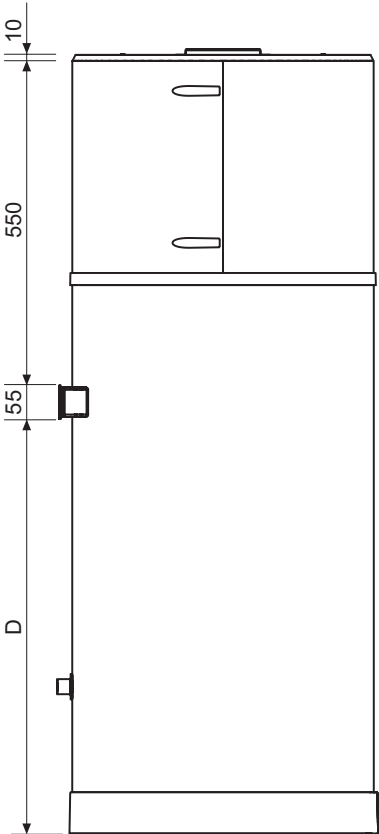
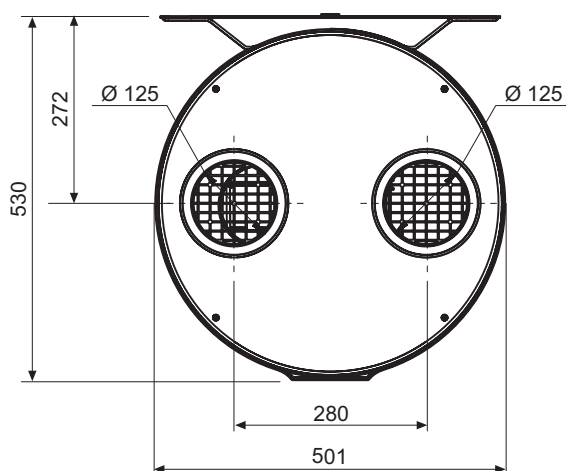
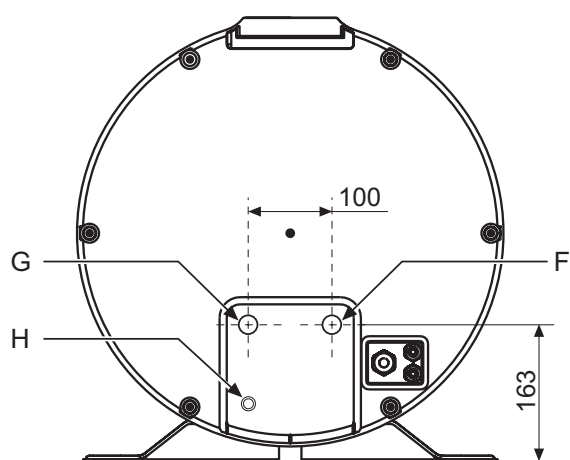
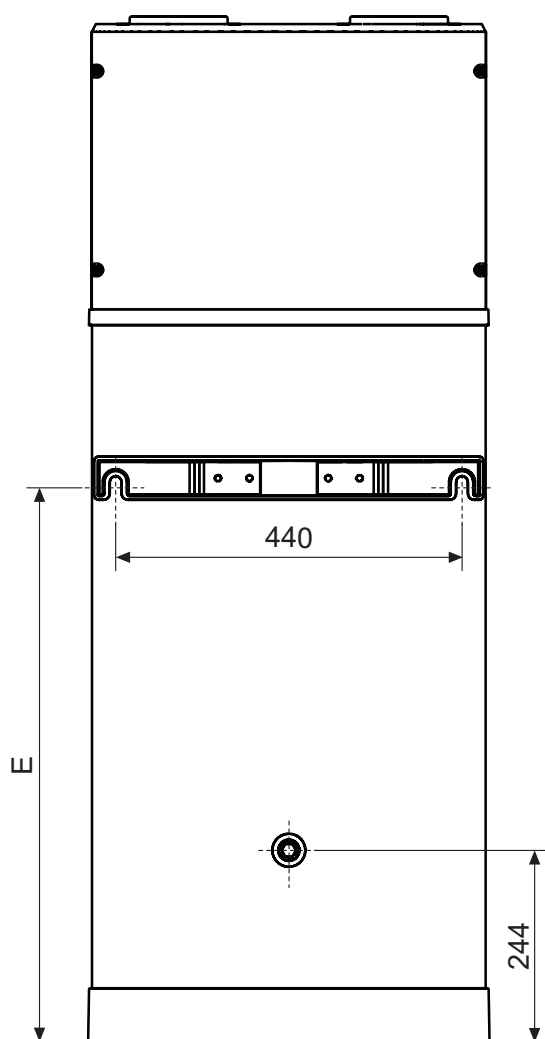

fig. 44
fig. 45
fig. 46
fig. 47
- fig. 44 - fig. 45 - fig. 46 - fig. 47)